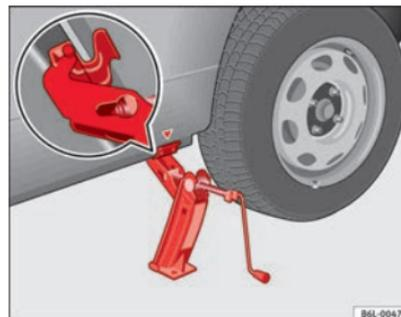

Fig. 140 Mise en place du cric
- Positionnez le cric de sorte que son crochet entoure la nervure du bas de caisse et que la base mobile soit appuyée bien à plat sur le sol ⇒ fig. 140.